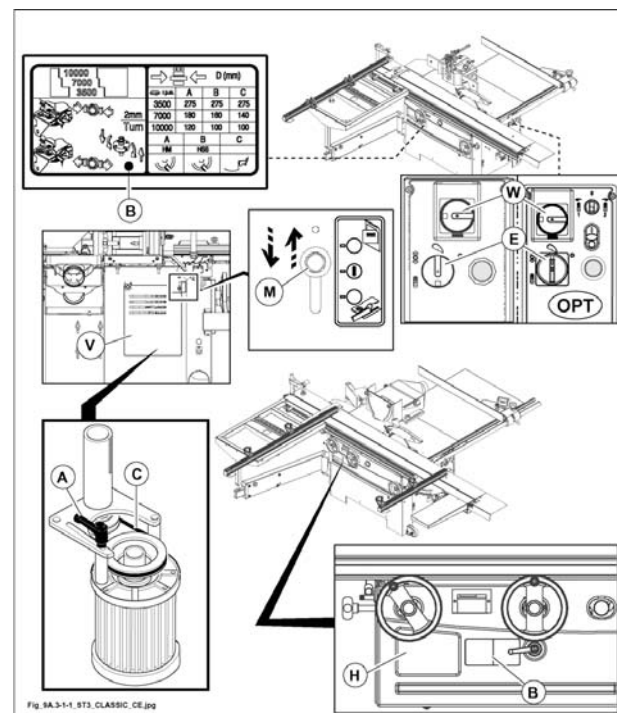

Fig. 9.3-1-1
10) Abbassare la leva (M fig. 9.3-1-1).
Per visualizzare la velocità, guardare la posizione della cinghia attraverso lo schermo (H fig. 9.3-1-1).
Posizioni e relative velocità sono illustrate sulla targhetta (B fig. 9.3-1-1).
con il selettore (E fig. 9.3-1-1) ruotato su () la macchina è in condizione di sicurezza.